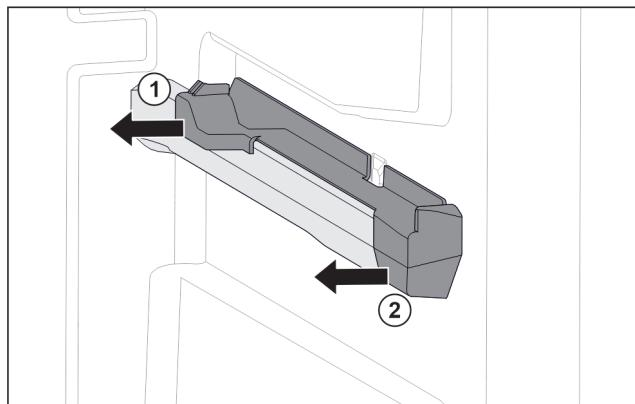

Fig. 31 Natični dio na desnom žlijebu spremnika
- Skinite natični dio straga u stranu. Fig. 31 (1)
- Skinite natični dio sprijeda u stranu. Fig. 31 (2)